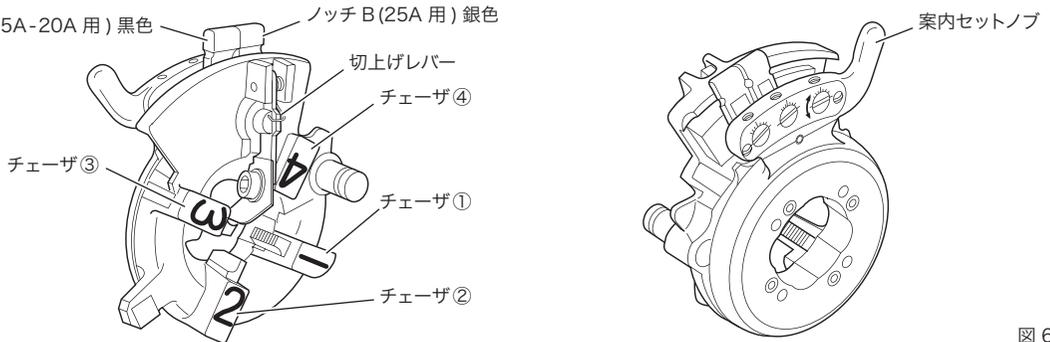

図 6
- ①ダイヘッドをオープン（切上げレバーがブロック溝から外れ、チェーザが開いた状態）にしてください。
- ②位置決めノッチを位置決めピンから外し案内セットノブを図 6 の矢印の方向へいっぱい引くと、3 番、4 番のチェーザが取り外せます。
- ③ダイヘッドを起こすと 1 番と 2 番のチェーザが取り外せます。